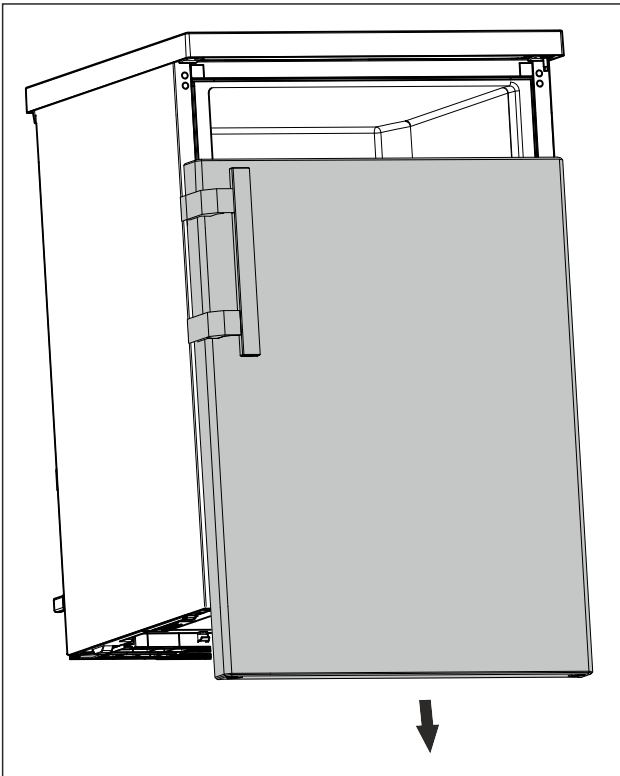

Fig. 9
- Retirer la porte vers le bas. (voir Fig. 9)